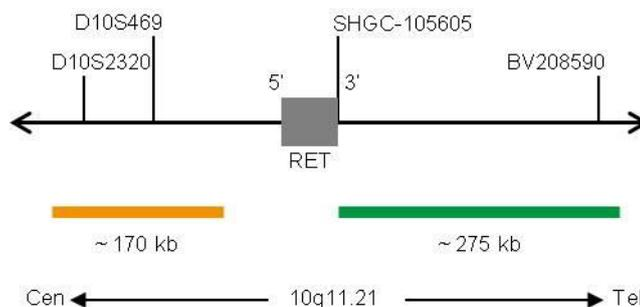

Abb. 1: SPEC RET Sondenlokalisierung (nicht maßstabsgetreu)
- ZyGreen (Anregung 503 nm/Emission 528 nm) markierten Polynukleotiden (~10 ng/μl), die gegen Sequenzen in 10q11.21\* (chr10:43,626,274-43,902,346) gerichtet sind, welche distal zur RET-Bruchpunktregion lokalisiert sind (siehe Abb. 1).
- ZyOrange (Anregung 547 nm/Emission 572 nm) markierten Polynukleotiden (~4,5 ng/μl), die gegen Sequenzen in 10q11.21\* (chr10:43,340,888-43,510,171) gerichtet sind, welche proximal zur RET-Bruchpunktregion lokalisiert sind (siehe Abb. 1).